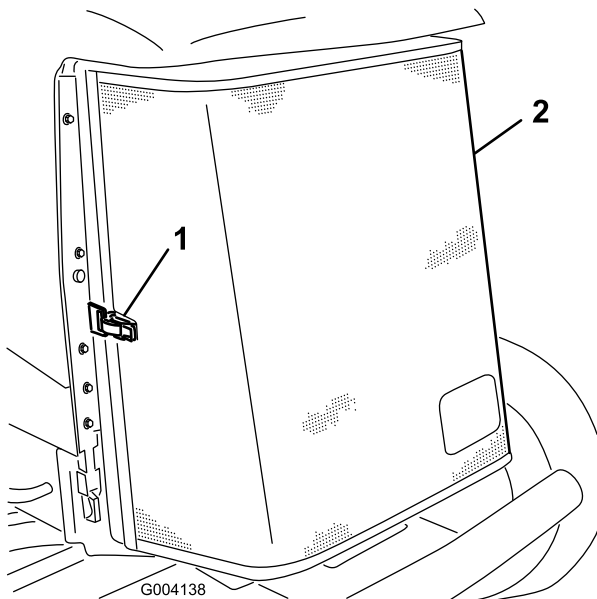

Figure 64
3. Déverrouillez l'attache et ouvrez la grille arrière (Figure 64).